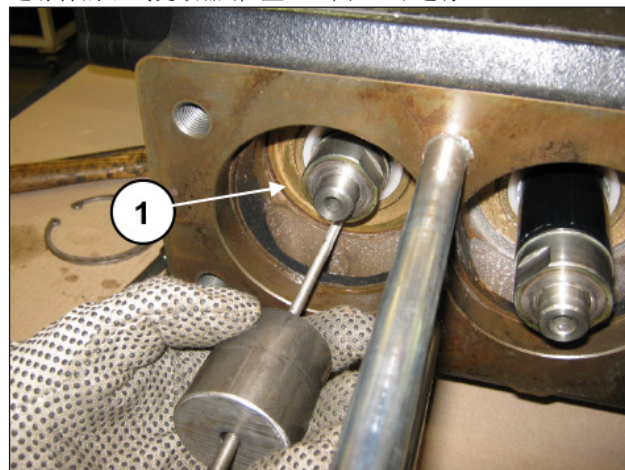

图 111
抽出刮环支座。为了便于抽出, 可利用M5前孔来装上一个连螺杆的锤式提取器(位置①, 图 111)进行。